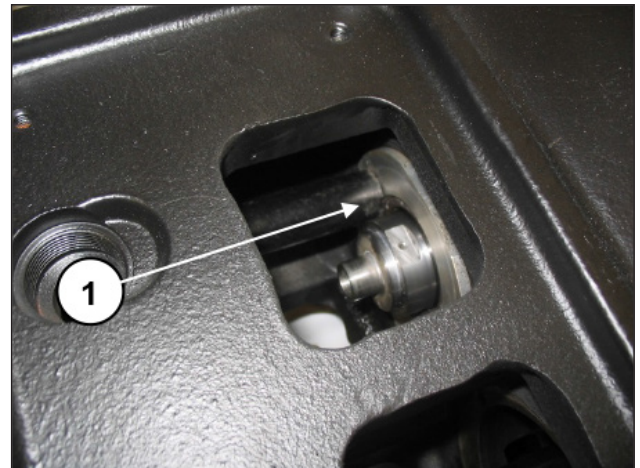
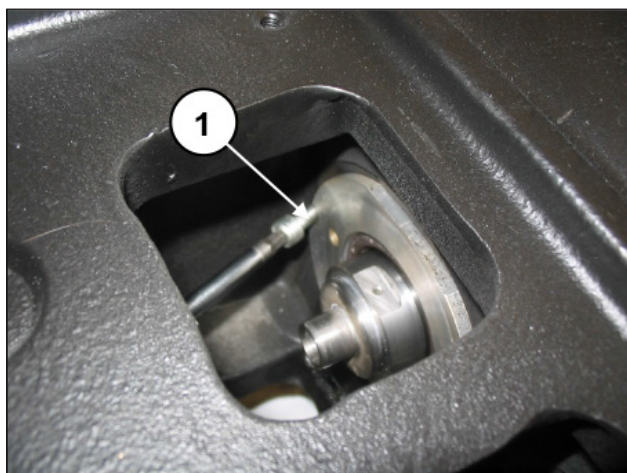

图 119
图 120
确保盖子完全进入底座(①，图 119) 注意不要损坏油封唇。拧紧油封盖，可使用2个M6x14螺丝(①，图 120)。